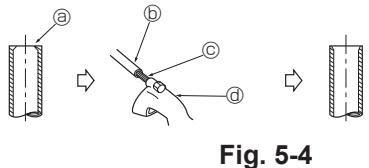

Fig. 5-4
5.2.2. Atskarpju nonemšana (Fig. 5-4)